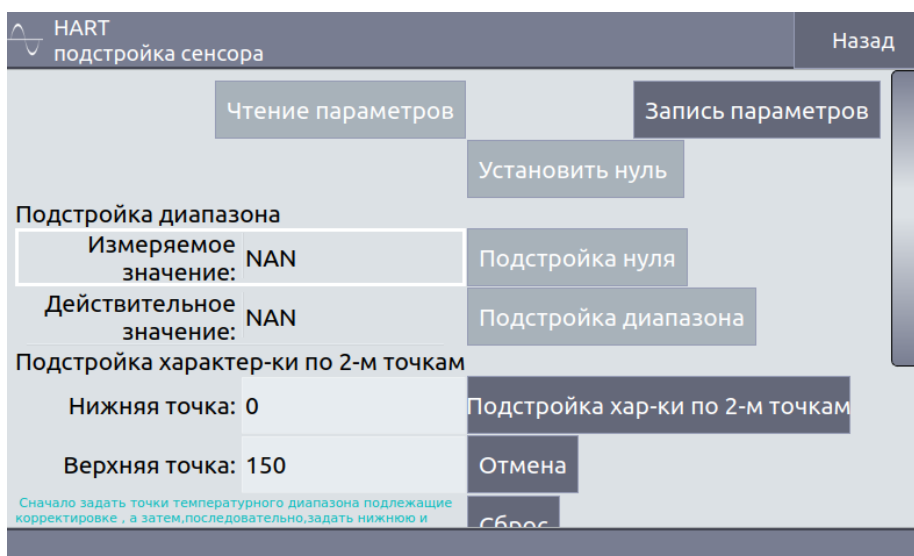

Рисунок 2.50
- проведения процедуры подстройки нижнего («Нижняя точка») и верхнего («Верхняя точка») предела измерений физической величины (см. рисунок 2.50).